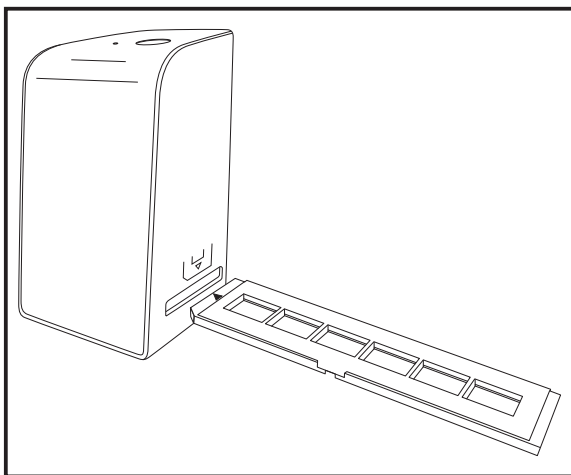

Abbildung 1
- ◆ Entriegeln Sie den Verschluss an der Vorderseite der Negativhalterung ⑤ und öffnen Sie die Halterung.
- ◆ Führen Sie nun die Negativhalterung ⑤ mit der Dreiecksmarkierung voran und sichtbar in den rechten Einschub ④ ein (siehe Abbildung 1).
- ◆ Schieben Sie die Negativhalterung ⑤ so weit in den rechten Einschub ④, bis diese spürbar in der ersten Position einrastet. Für weitere Negative schieben Sie die Negativhalterung ⑤ weiter ein, bis diese spürbar in der nächsten Position einrastet.